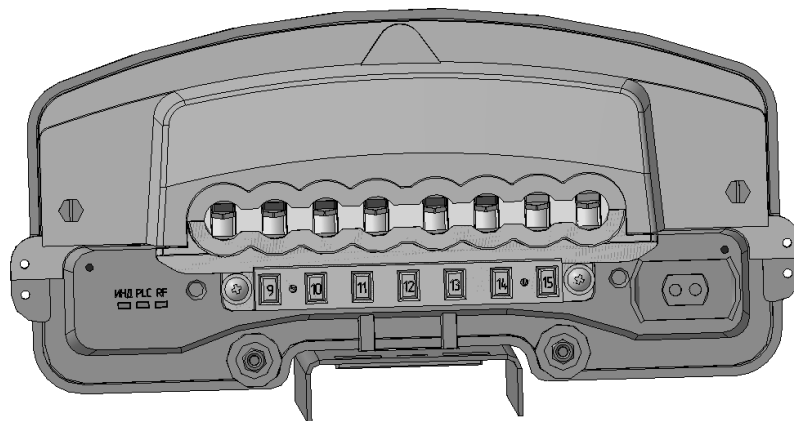

Рисунок 3 – Крепление крышки клеммной колодки
- 4) Снять клеммную крышку (отвернуть два болта М4 в клеммной крышке), см. рис.3;
4) Установить клеммную крышку (завернуть два болта М4 в клеммной крышке), см. рис.3;